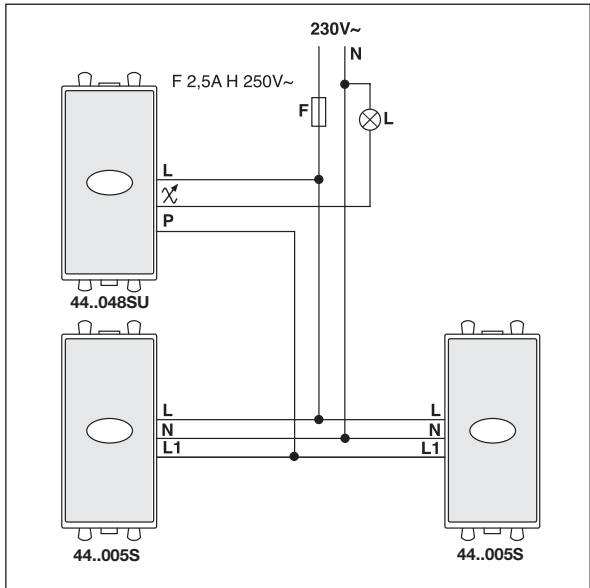

Fig. 3
- 44..005S with touch dimmer switch 44..048SU (figure 3);
- 44..005S jumelé à un variateur de lumière à effleurement 44..048SU (figure 3);